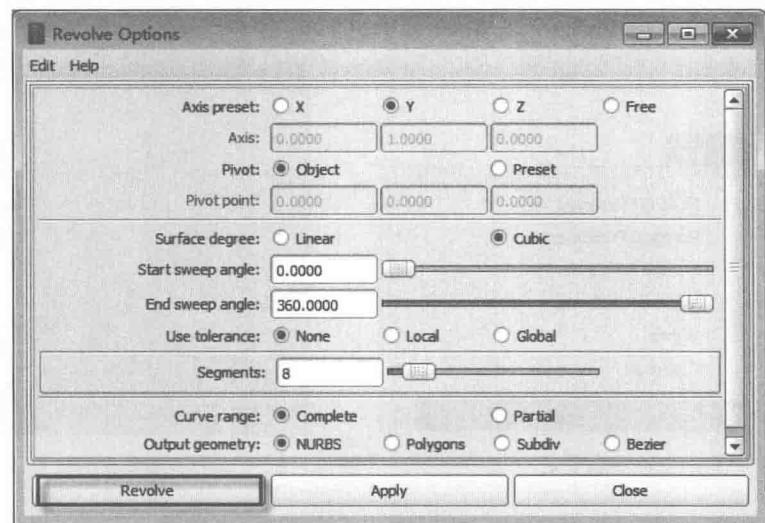

图 1-12
9) 首先将命令参数恢复为“默认”，然后单击选项窗口中的 Edit（编辑）→Reset Settings（重置设置）命令后，在 Revolve Options 窗口中单击 Revolve（旋转）按钮完成构建，如图 1-12 所示。